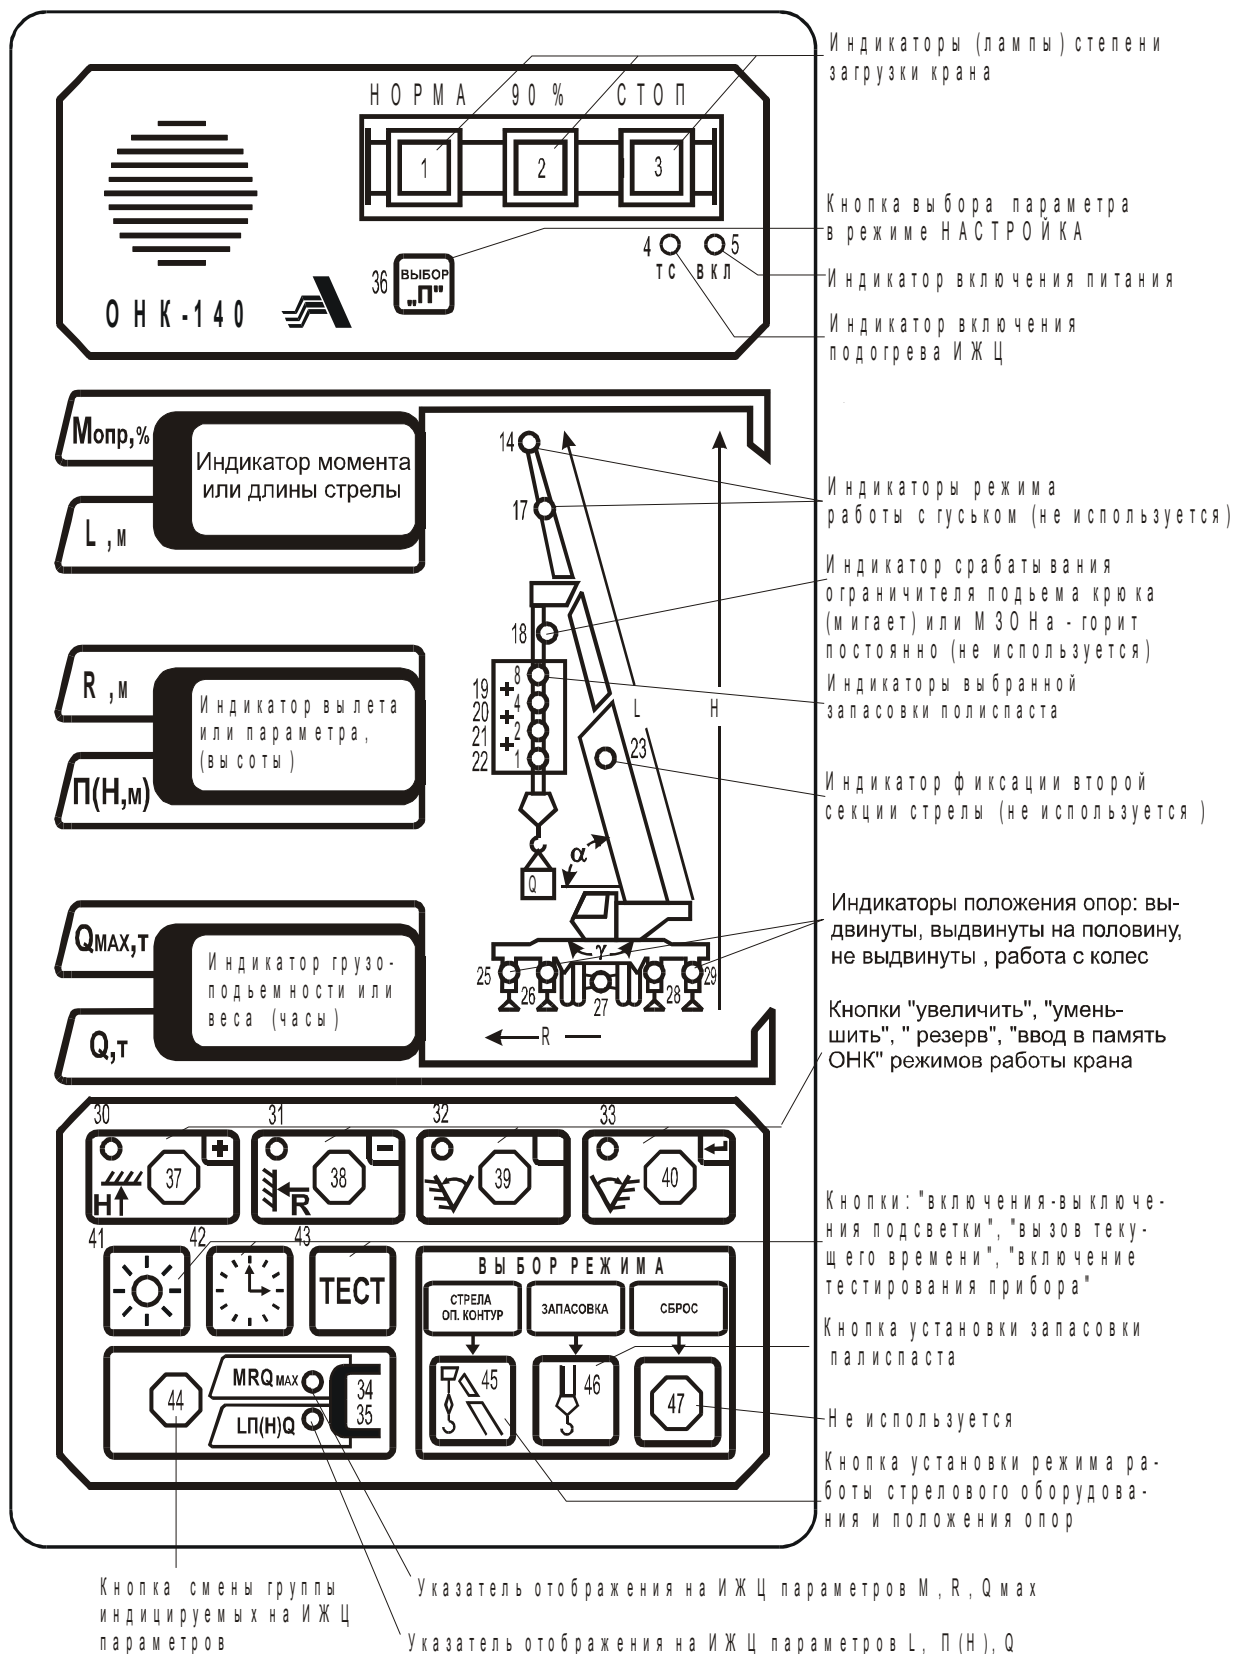

Рисунок 4 - Лицевая панель ОНК
1.4.4 Управление работой изделия [ввод режимов работы крана и (или) параметров координатной защиты, индикация режимов работы и (или) рабочих параметров крана] осуществляется с лицевой панели БОДа (см. рисунок 4).